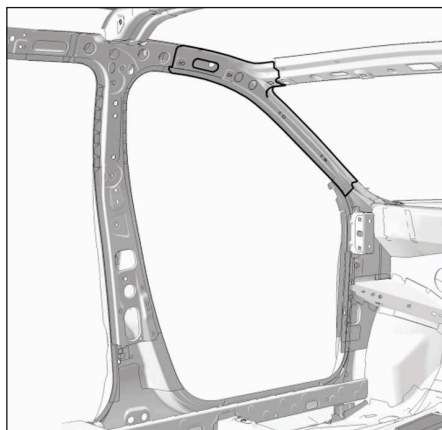

FIG.65
- Respecter les lignes de coupe (Fig.65).